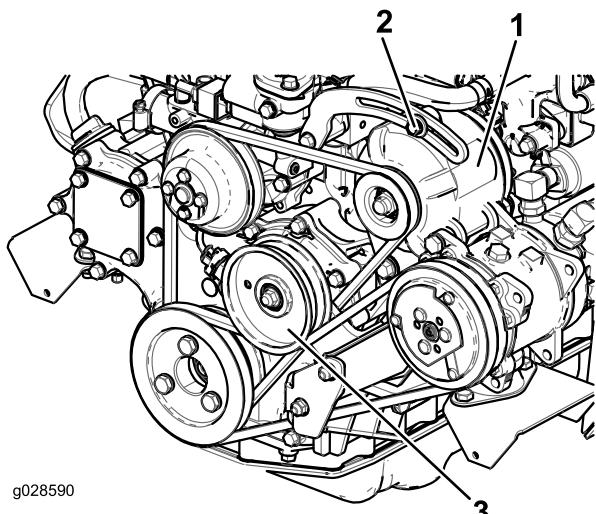

Figura 65
Verifique o estado e a tensão da correia (Figura 65) após cada 100 horas de funcionamento.
2. Se a deslocação obtida não for igual a 10 mm, deve desapertar os parafusos de montagem do alternador (Figura 65). Aumente ou diminua a tensão da correia do alternador e aperte os parafusos. Verifique uma vez mais a deslocação da correia para se certificar de que a tensão está correta.